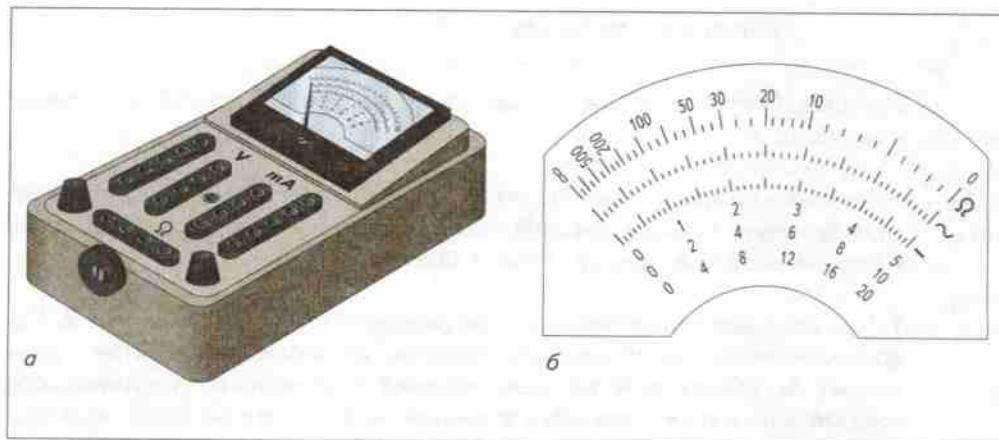

Рис. 3. Школьный универсальный электроизмерительный прибор АВО-63:
**Авометр.** Наибольший интерес для нас представляет *школьный универсальный электроизмерительный прибор АВО-63*, который мы будем часто использовать при выполнении практических работ (рис. 3, *а*). С помощью этого тестера, который также называется *авометром* (от амперметра, вольтметра и омметра), можно проводить измерения основных характеристик электрического тока в широких пределах.
С назначением и правилами работы с амперметром и омметром вы уже знакомились в 8 классе. Измерение сопротивления осуществляется омметром. Омметр, по существу, измеряет ток в цепи с неизвестным сопротивлением. Чем больше величина сопротивления, тем меньше ток, и наоборот. Если к прибору ничего не подключено, то стрелка, естественно, не отклоняется, что соответствует бесконечно большому сопротивлению. Если же к омметру подключается отрезок монтажного провода, обладающий практически нулевым сопротивлением, то в цепи омметра течёт наибольший ток и стрелка отклоняется на всю шкалу (см. рис. 3).
Авометр имеет три шкалы (рис. 3, б). *Нижняя* шкала равномерная, она содержит 50 делений и предназначена для измерения постоянных токов и напряжений. Эта шкала помечена знаком «—». *Средняя* шкала неравномерная, имеет также 50 делений и служит для измерения переменных токов и напряжений. Она помечена знаком «~». *Верхняя* шкала, предназначенная для измерения сопротивления, тоже неравномерная, она отличается от первых двух тем, что нулевое деление расположено справа. Эта шкала имеет знак  $\Omega$ .